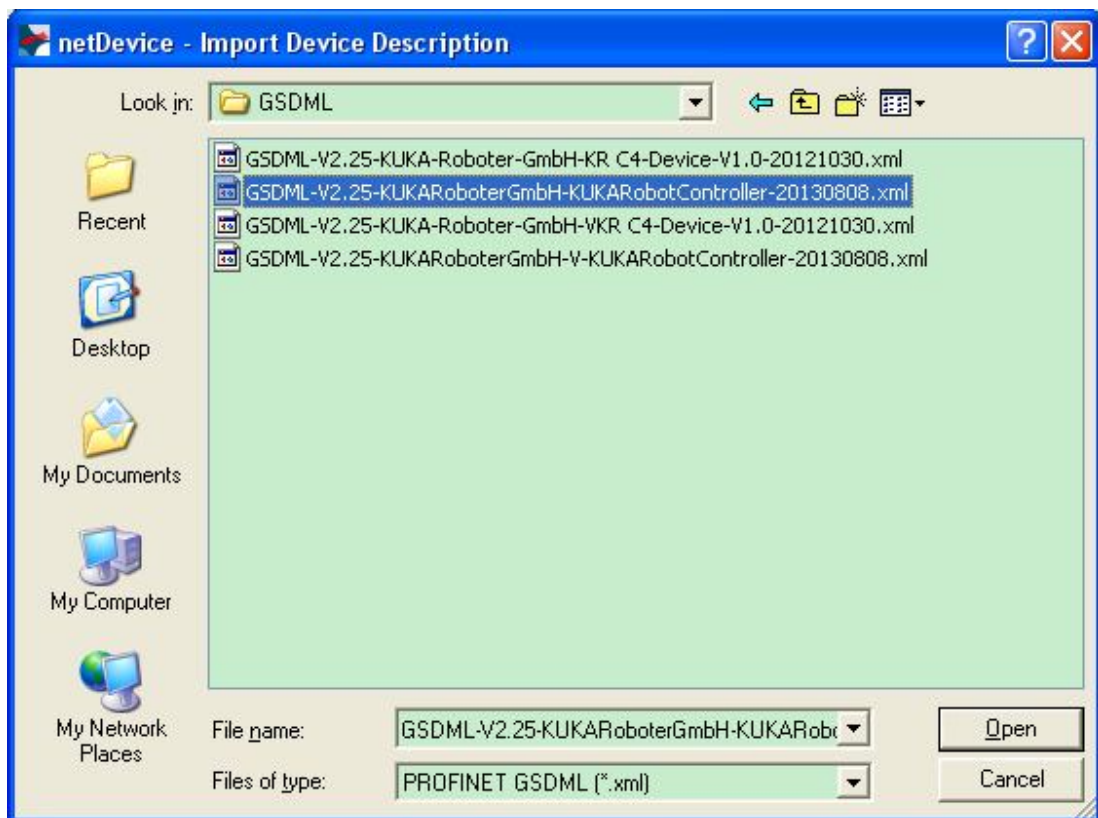

图 14
(14)在 Network 菜单中选择 Import Device Description 选项,弹出对话框,导入 Kuka 从站的 GSDML 文件,如图 14 所示。